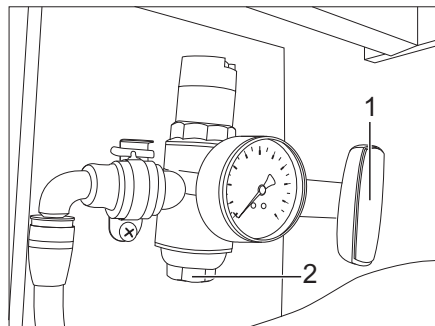

Bild 170 Druckminderer (Hauptsperrhahn geschlossen)
- Schauglas (Bild 170,2) am Druckminderer schließen.
- Hauptsperrhahn am Druckminderer (Bild 170,1) schließen.
- Hauptsperrhahn am Druckminderer (Bild 170,1) öffnen.